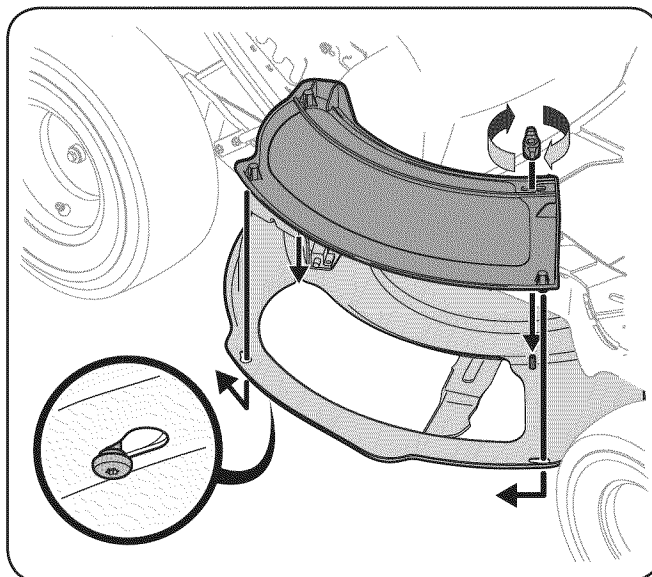

Figure 1-2
1. Install the mulch plug into the deck discharge opening by positioning the shoulder bolts found on the base of the plug into the holes on the deck. The stud on the deck surface will fit through the hole on the upper portion of the mulch plug. See Figure 1-2.
1. Instale el tapón de mantillo en la abertura de descarga cubierta mediante la colocación de los tornillos se encuentra en la base de la clavija en los orificios de la cubierta. La tornillo sobre la superficie de la cubierta se ajuste a través del agujero en la parte superior de la assembly de tapón. Vea la Fig 1-2.